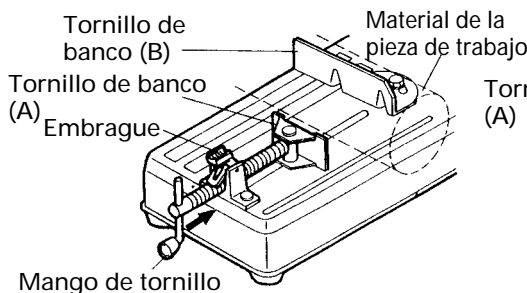
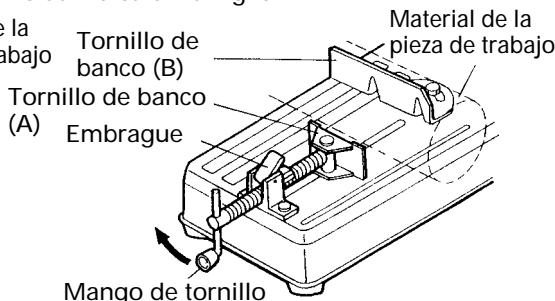

Fig. 4
Fig. 5
1. Procedimiento para fijar el material de corte (Figs. 4 y 5).
Coloque el material de la pieza de trabajo entre el tornillo de banco (A) y el tornillo de banco (B), levante el embrague y presione el mango de tornillo para que el tornillo de banco (A) haga un contacto ligero con el material de la pieza de trabajo, tal como se indica en la Fig. 4. Luego, gire el embrague hacia abajo, y fije firmemente el material de la pieza de trabajo en su lugar girando el mango de tornillo. Al finalizar la tarea de corte, gire el mango de tornillo 2 ó 3 veces para aflojar el tornillo de banco, y retire el material de la pieza de trabajo, tal como se indica en la Fig. 5.